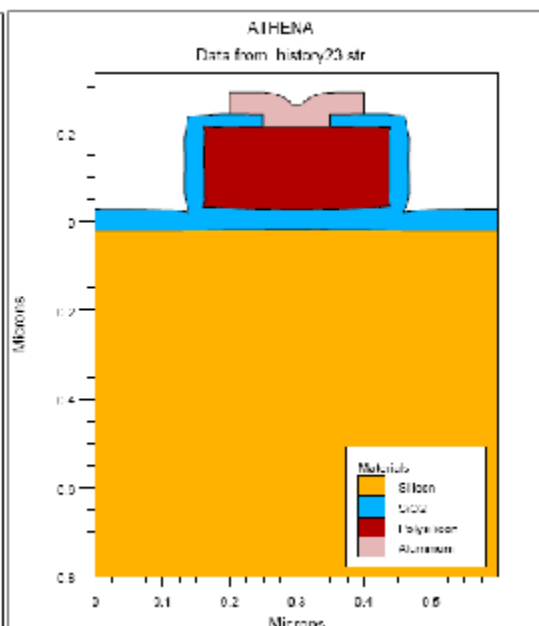

图 1.13 完整的薄膜电阻的结构
b.刻蚀掉 X=0.4 以右的铝.方法同上.结果如图 1.13 所示